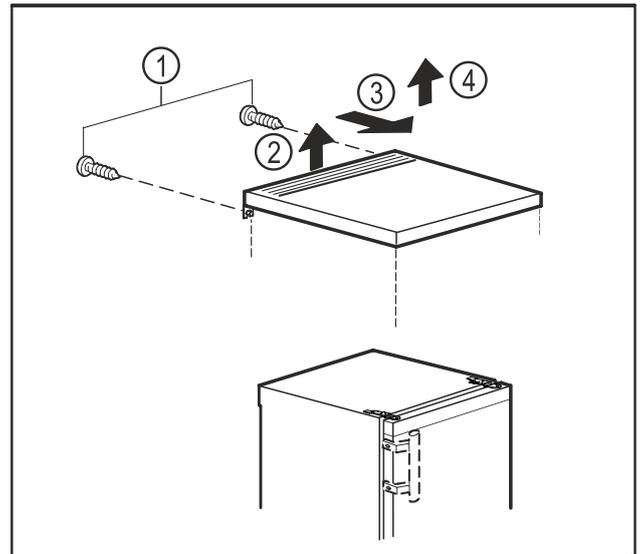

Fig. 10
- ▶ Schrauben an der Rückseite entfernen. Fig. 10 (1)
- ▶ Tischplatte hinten anheben. Fig. 10 (2)
- ▶ Tischplatte nach vorn schieben. Fig. 10 (3)
- ▶ Tischplatte nach oben abnehmen. Fig. 10 (4)